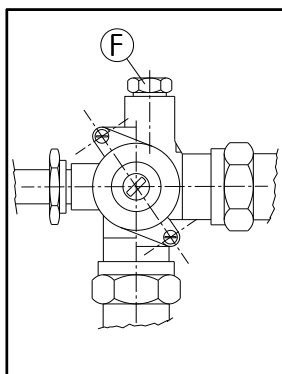

Fig. 5
1.2.- REGULACIÓN DEL CAUDAL MÍNIMO DE LA VÁLVULA DE GAS. (Fig. 5).